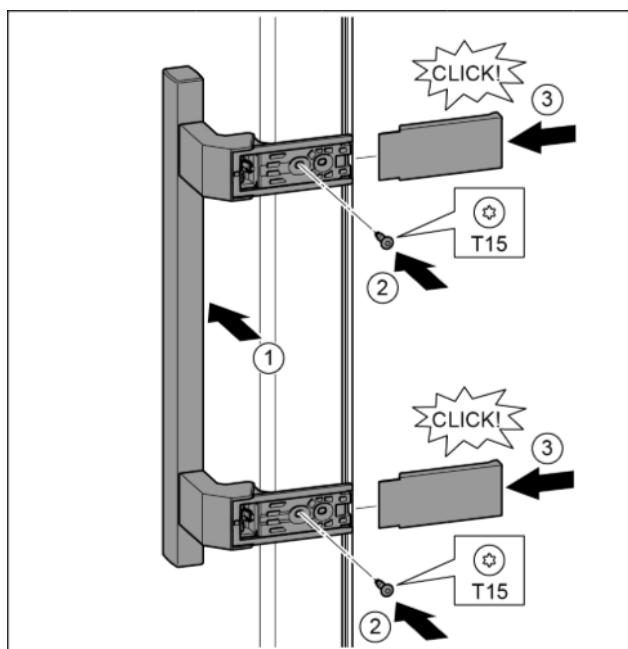

Fig. 17
- Встановіть ручку з протилежного боку. Fig. 17 (1)
- Закрутіть гвинти за допомогою викрутки T15. Fig. 17 (2)
- Встановіть кришки з боків та вставте їх. Fig. 17 (3)